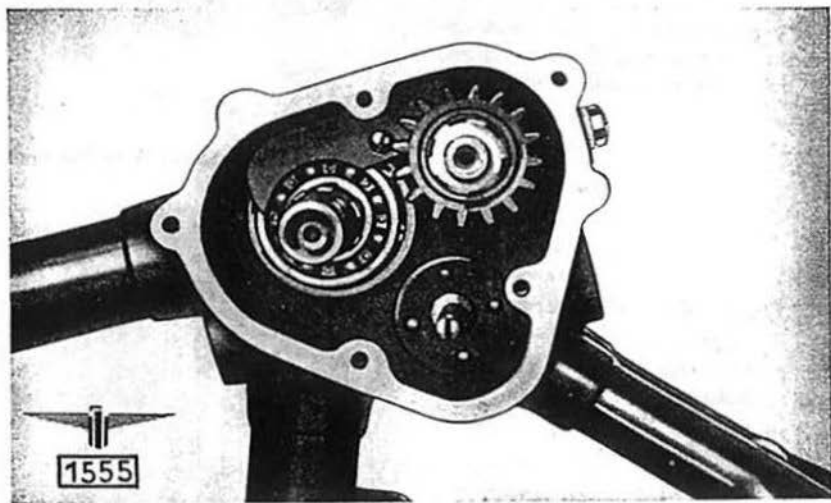

Abb. 8. Blechsicherungsscheibe.
4. Beide Kugellager mit Blechsicherungsscheibe sichern. Der hierbei gebrauchte Schraubenzieher ist vorteilhaft magnetisch. (Abb. 8.)